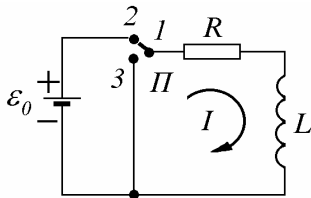

Рис. 3 RL-цепь.
**I.2. RL - цепь.** Пусть в момент времени  $t = 0$  к RL-цепи (рис. 3) подключили источник с ЭДС, равной  $\varepsilon_0$  (переключатель  $\Pi$  в положении 2). Применим закон Ома для участка цепи, считая указанное на рис.3 направление тока положительным: